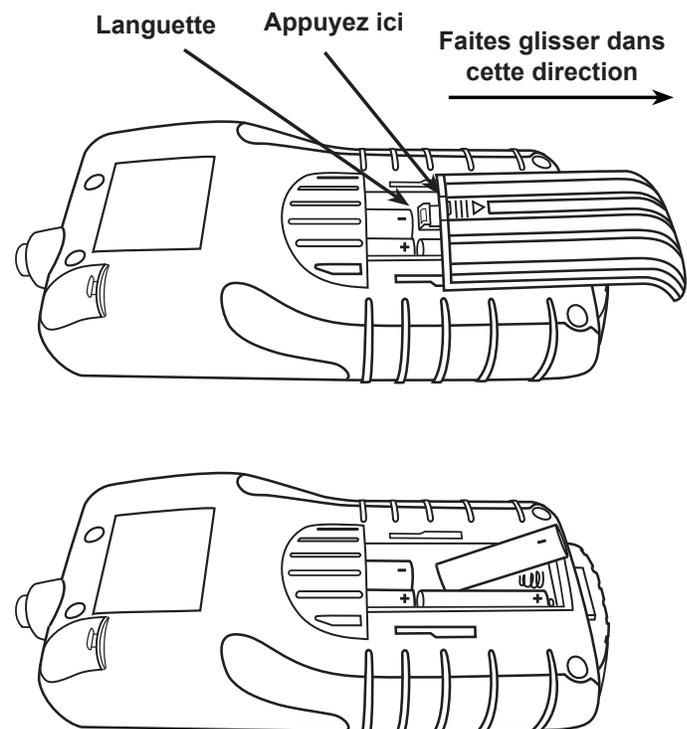

Figure 22 : Remplacement de la batterie
5. Insérez les nouvelles (fig. 22). Vérifiez que les piles sont positionnées dans le bon sens des bornes.